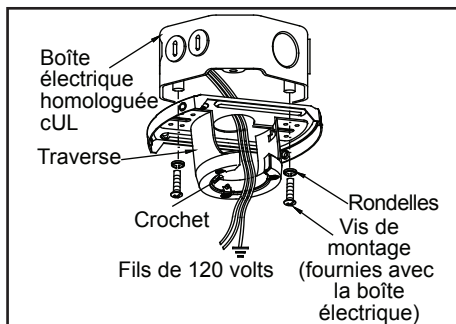

Figure 8
1. Faites passer les fils d'alimentation de 120 volts par l'orifice central de la traverse, tel qu'indiqué sur la Figure 8.
2. Fixez la traverse sur la boîte électrique à l'aide des vis de montage fournies avec la boîte électrique. Notez que le côté plat de la traverse est dirigé vers la boîte électrique. (Figure 8)